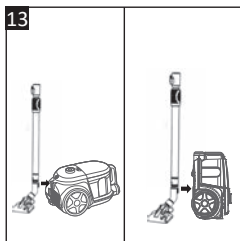

Fig. 13
- Appuyez sur le bouton de déverrouillage du tube télescopique (21) pour réduire la longueur du tube avant de le ranger.
- **Position de rangement horizontale** – Faites glisser la languette sur l'embout de la brosse pour sols (17) dans la fente de rangement située à l'arrière de l'aspirateur comme illustré (Fig. 13).
- **Position de rangement verticale** – Placez l'aspirateur à la verticale et faites glisser la languette sur l'embout de la brosse pour sols (17) dans la fente de rangement située sous l'aspirateur comme illustré (Fig. 13).